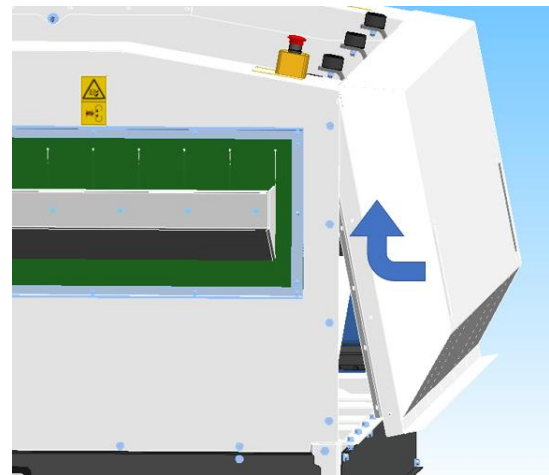

Figure 1. Installer le couvercle de protection
1. Selon le transport : placez d'abord les capuchons de protection sur le côté long. En l'inclinant au minimum, il peut être glissé sous le bord supérieur. Ensuite, le bord inférieur peut être positionné en le poussant dans le sens de la machine. Serrez ensuite tous les boulons / écrous (figure 1).